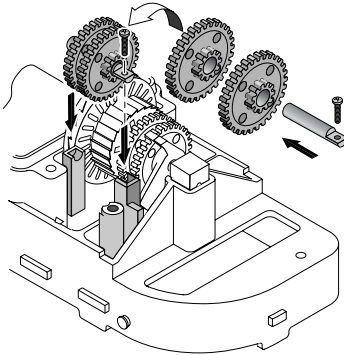

Figura 27
4. Vuelva a instalar el eje corto de transmisión, el tornillo prisionero y los dos engranajes (Consultar la Figura 27); los pequeños piñones de engranaje y el tornillo prisionero del eje van al costado hacia el extremo del limpiador – alejados de la caja del oscilador box. Verifique que los engranajes enganchen los engranajes en el eje largo de transmisión.